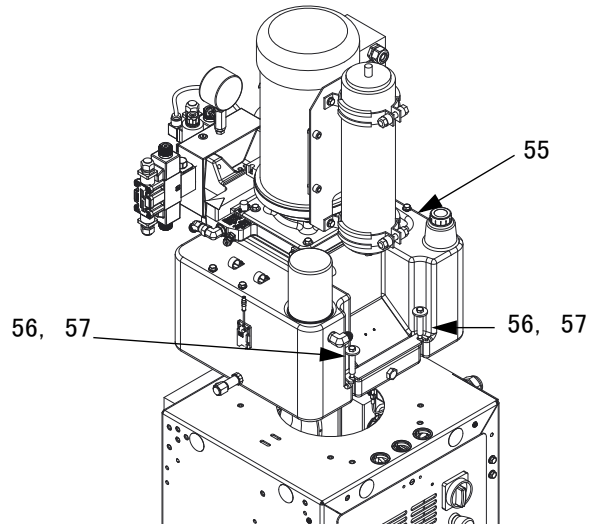

图 25
2. 升举液压动力单元，并将其置于电气外壳中。请参见图 25。